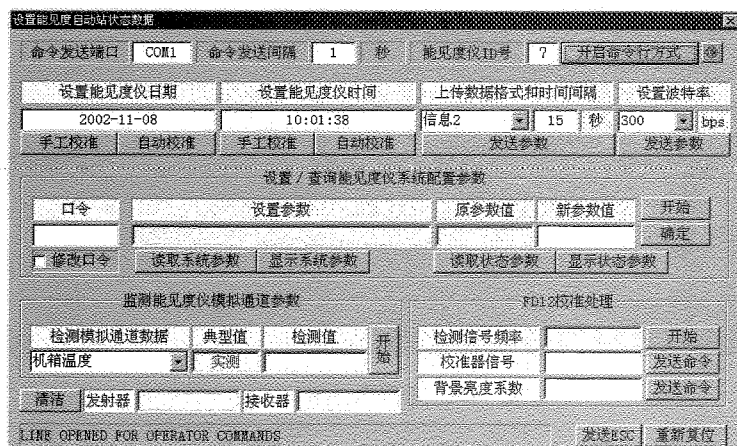

图 7-27 “开启命令行方式”设置
(7) 自动方式的接收数据格式和命令发送间隔的更改,可以打开查看,设置状态,点击“开启命令行方式”,在“上传数据格式和时间间隔”里选择不同的数据格式,输入时间间隔并点击“发送参数”以完成。如图 7-27 所示。